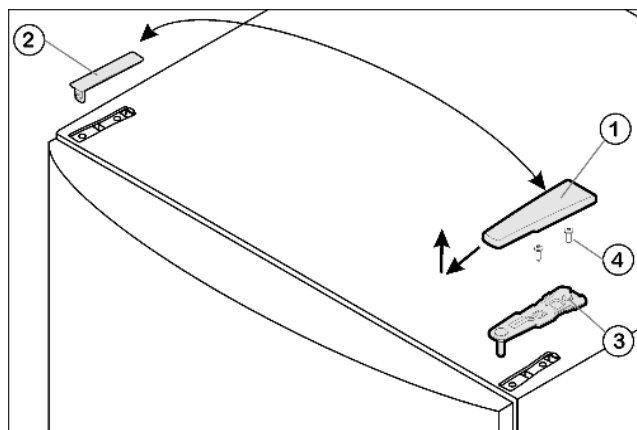

Fig. 4
- ▶ Крышку Fig. 4 (1) снимите движением вперед и вверх.
- ▶ Снимите крышку Fig. 4 (2).
- ▶ Открутите верхний опорный кронштейн Fig. 4 (3)(2 шт. Torx 25) Fig. 4 (4) и вытяните вверх.
- ▶ Установите верхний опорный кронштейн *Fig. 4 (3)* на новой стороне шарнира и защелкните в дверце.
- ▶ Прикрутите верхнюю опорную подставку (2 шт. Torx 25) *Fig. 4 (4)*. При необходимости просверлите отверстия или используйте аккумуляторную отвертку.
- ▶ Наденьте и защелкните крышку *Fig. 4 (1)* и крышку *Fig. 4 (2)* на противоположной стороне снаружи.